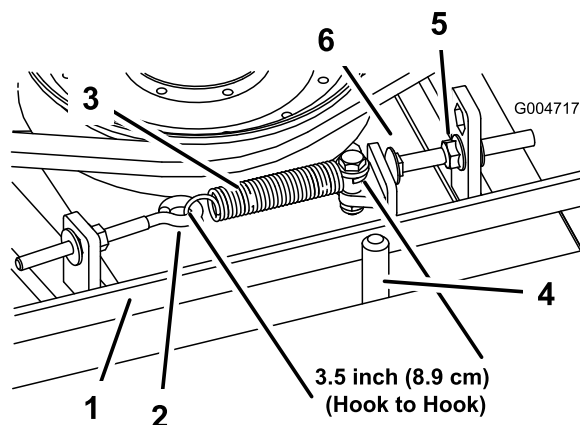

Рисунок 97
При правильном натяжении результат измерения натяжной пружины внутри (между крюками) должен быть приблизительно равен 8,27–9,53 см. Достигнув правильного натяжения пружины, отрегулируйте упорный болт (каретный болт) так, чтобы зазор между головкой болта и рычагом натяжного шкива составлял приблизительно 0,17–0,4732 см (Рисунок 97).
Примечание: Убедитесь, что ремень расположен на направляющей ремня со стороны пружины (Рисунок 97).
2. Ослабьте рым-болт, чтобы можно было снять пружину растяжения (Рисунок 97).
3. Ослабьте фланцевую гайку, которая крепит упорный болт к монтажному выступу, и отодвиньте натяжной ролик от ремня, чтобы ослабить натяжение ремня (Рисунок 97).
9. Подсоедините пружину растяжения (Рисунок 97) к рым-болту и натяните ремень следующим образом: